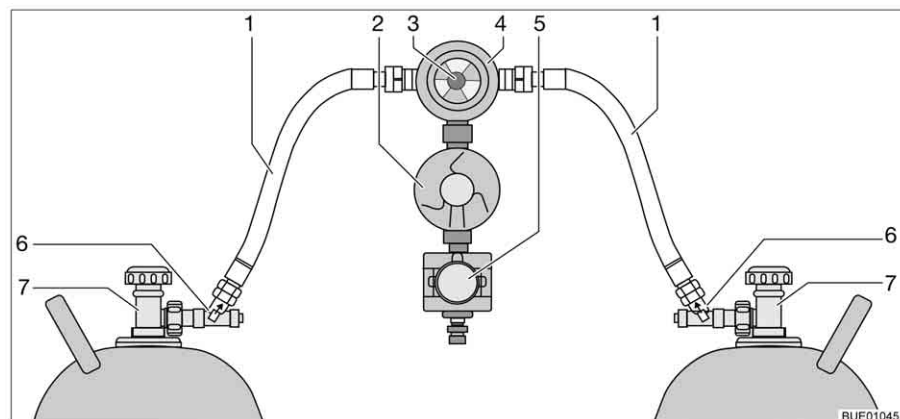

Fig. 112 Dispositif de commutation Crash Protection Unit
La Crash Protection Unit se compose de deux limiteurs de débit à verrouillage manuel (Fig. 112,6), d'une valve de commutation (Fig. 112,4) avec régulateur de pression (Fig. 112,2), d'une électrovanne (Fig. 112,5) et d'une unité de commande à DEL de trois couleurs. La valve de commutation est montée entre les deux lyres (Fig. 112,1).
Un bouton rotatif (Fig. 112,3), situé sur la valve de commutation, permet de définir laquelle des bouteilles de gaz est celle de service et laquelle est celle de réserve.
Seules les fonctions électriques peuvent être activées sur l'unité de commande (Fig. 113). Les robinets principaux des bouteilles de gaz (Fig. 112,7) et les dispositifs de déverrouillage (Fig. 112,6) doivent être ouverts manuellement.
- Ouvrir les robinets principaux des bouteilles de gaz (Fig. 112,7).
- Appuyer sur les dispositifs de déverrouillage (Fig. 112,6) l'un après l'autre pendant 10 secondes.
- Choisir la bouteille de gaz avec le bouton rotatif (Fig. 112,3) de la valve de commutation (Fig. 112,4) à partir de laquelle le gaz sera utilisé principalement (bouteille de service).
- Fermer les robinets principaux des bouteilles de gaz (Fig. 112,7).